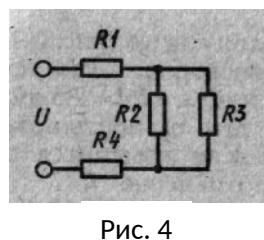

Рис. 4
4. На рис. 4 представлена схема электрической цепи с источником, имеющим  $U = 50$  В, нагруженным на потребитель, состоящий из резисторов  $R_1 = 80$  Ом,  $R_2 = 300$  Ом,  $R_3 = 700$  Ом,  $R_4 = 110$  Ом. Определить токи во всех ветвях и потребляемую ею мощность.
5. Для электрической цепи, представленной на рис. 4, определить значения сопротивлений  $R_1$  и  $R_3$ , ток через резистор  $R_3$ , внутреннее сопротивление второго источника и составить баланс мощностей, если внутреннее сопротивление первого источника  $1 \text{ Ом}$ , токи  $I_1 = 2 \text{ А}$ ,  $I_2 = 1 \text{ А}$ , ЭДС источников  $E_1 = 18 \text{ В}$ ,  $E_2 = 10 \text{ В}$ , мощность на первом резисторе  $P_1 = 12,5 \text{ Вт}$ .